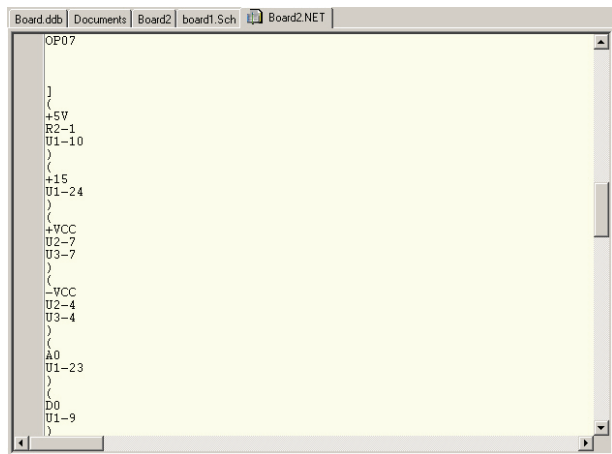

图 3-105 网络表文件
2) 设置完后，将进入 Protel 99 SE 的记事本程序，并保存为*.net 的文件，产生如图 3-105 所示的网络表。